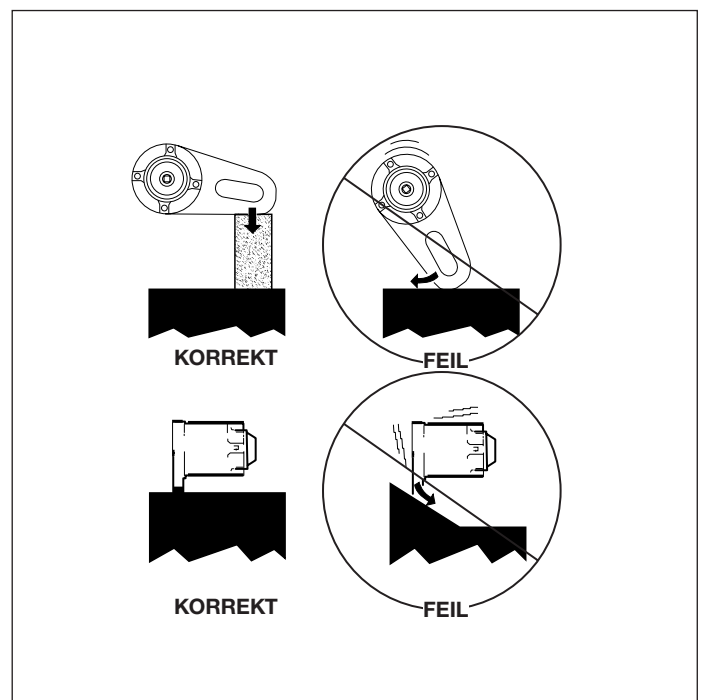

Fig. 7, Hold reaksjonsankeret vinkelrett på reaksjonspunktet
4. Reaksjonsplatemodeller: Plasser en korrekt størrelse hylse på slavefirkantdrevet og sett de på et festepunkt i nærheten. Reaksjonsstangmodeller: Skyv reaksjonsstangen sikkert mot et passende objekt. **MERK:** Når hylsen er korrekt plassert på festepunktet, må reaksjonsstangen være rettvinklet på mutter/bolt som det skal settes moment på (Fig. 7). Se Bruksinformasjonens avsnitt 10.0 for mer informasjon om momentforsterkerens reaksjoner.